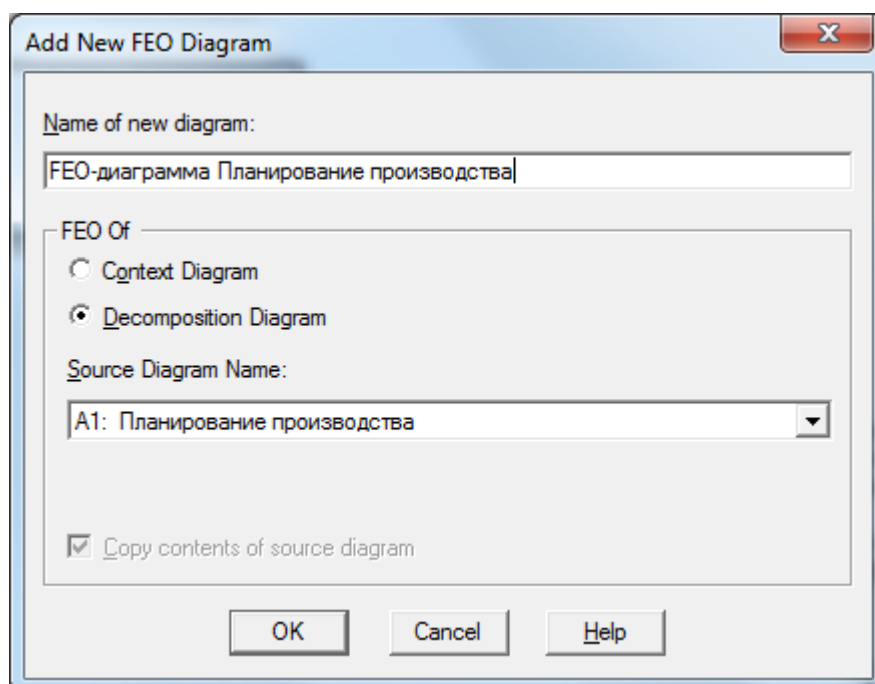

Рис. 30. Диалоговое окно *Add New FEO Diagram* (Добавление новой FEO-диаграммы)
1. В главном меню выберите команду *Diagram* \Rightarrow *Add FEO diagram* (*Диаграмма* \Rightarrow *Добавить FEO-диаграмму*). В появившемся окне (рис. 30) введите имя – *FEO-диаграмма Планирование производства*, установите переключатель в положение *Decomposition Diagram*, в поле *Source Diagram Name* (*Имя диаграммы источника*) – *A1: Планирование производства* и нажмите *OK*. На *FEO*-диаграмму скопируется выбранная диаграмма модели.